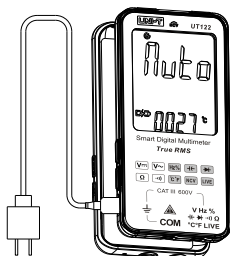

Рис. 4.
XI. Техническое обслуживание (см. Рисунок 4)
3. Зарядка литиевой батареи (см. Рисунок 4)